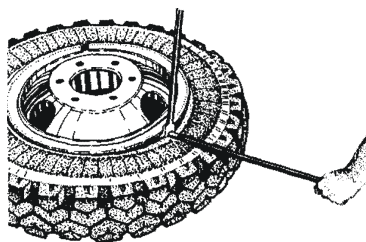

Рис. 5-10 Установка лопаток
3. В образовавшийся зазор между бортовым кольцом и шиной вставить прямую и вилочную лопатки таким образом, чтобы прямая лопатка находилась в пазу вилочной (рис. 5-10).